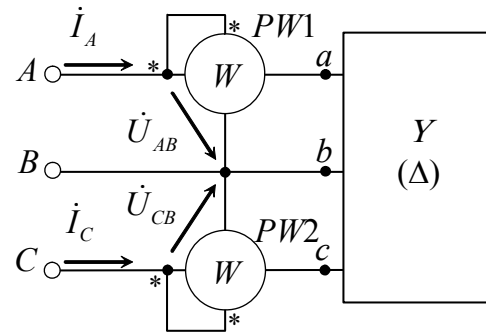

Рис. 43. Схема измерения активной мощности в трехпроводных цепях при любой асимметрии нагрузки методом двух ваттметров
Самым распространенным методом измерения активной мощности в трехпроводных цепях при любой асимметрии нагрузки является метод двух ваттметров (рис. 43). Активная мощность трехфазных цепей равна алгебраической сумме показаний ваттметров:  $P = P_1 + P_2$ .
3. Соберите электрическую цепь по схеме рис. 43. Измерьте и запишите в табл. 19 показания приборов для указанного в таблице характера нагрузки. Рассчитайте активную  $P$  и реактивную  $Q$  мощности цепи.
8. В каком случае один ваттметр (схема на рис. 43) покажет нуль, а второй – мощность всей трехфазной цепи?